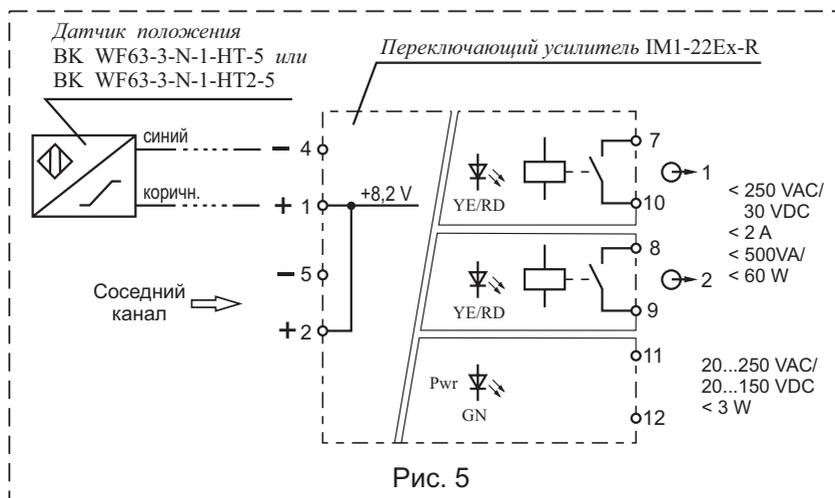

Рис. 5
4.4 Электрический монтаж датчика положения и переключающего усилителя производите в соответствии со схемой рис. 5 и руководством по эксплуатации на датчик положения и переключающий усилитель. Выходное реле переключающего усилителя отсрабатывает при срабатывании клапана.
4.5.7 В случае выхода из строя одного из каналов переключающего усилителя произведите переподключение датчика положения на другой (соседний) канал. Съем сигнала с усилителя производите с выхода соседнего канала (см. рис. 5 и паспорт на переключающий усилитель).